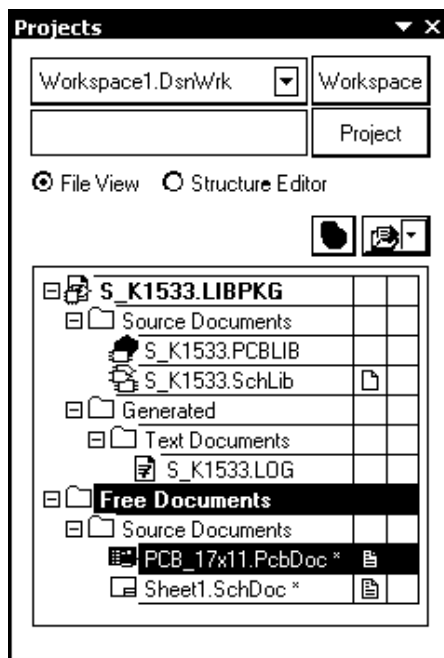

Рис. 1.1. Дерево документов панели **Projects**
1. Щелчком на вкладке **System** (Система) в правом нижнем углу главного окна программы активизировать "всплывающее" контекстное (Pop-up) меню и указать в нем команду **Projects** (Проекты). Открывается плавающая панель **Projects**, в главном поле которой отображена иерархия ранее открытых проектов (рис. 1.1).